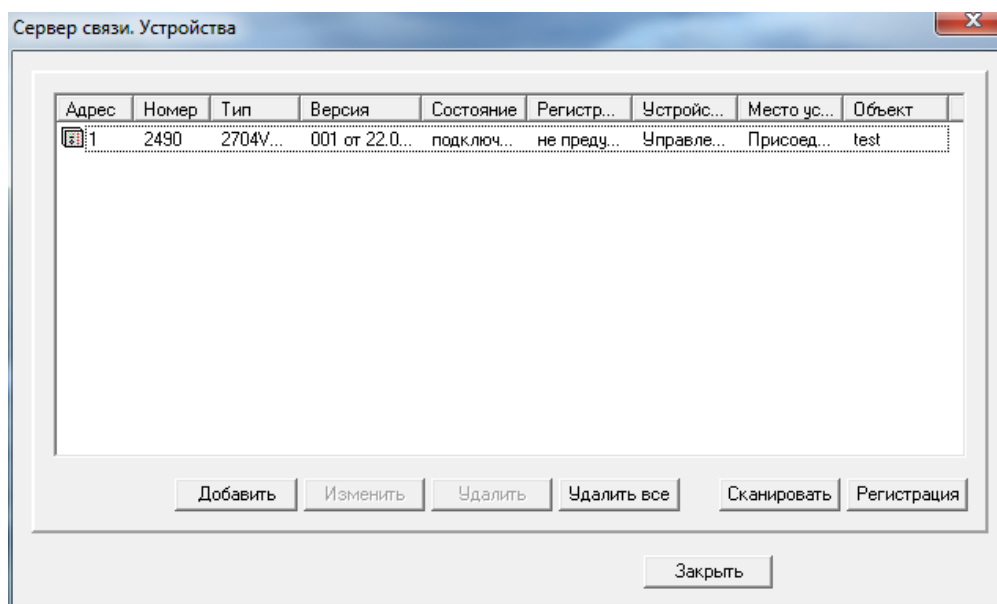

Рисунок 2.59.7
- выполнить запуск и настройку программы «сервера связи» из состава EKRA Foundation для работы с имеющимися терминалами БЭ2704 и БЭ2502 (рисунок 2.59.7);